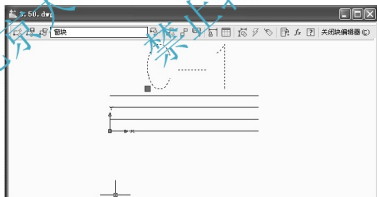

图 3.84 选中“C-1”
② 选择“窗”图块, 单击【确定】按钮, 进入【块编辑器】。
③ 如图 3.84 所示, 选中“C-1”, 出现蓝色夹点。单击蓝色夹点, 该夹点变红, 然后垂直向下拖动光标, 将“C-1”放在如图 3.85 所示位置。